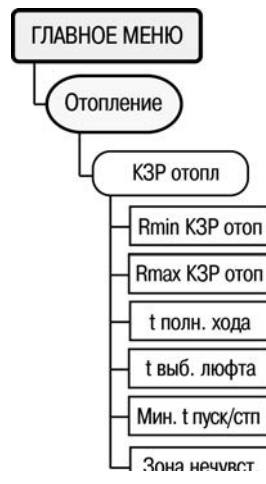

Рисунок 6.17
6.11.31 Для задания параметров КЗР теплообменника отопления служит пункт меню **//Отопление/КЗР отопл.** (рисунок 6.17).